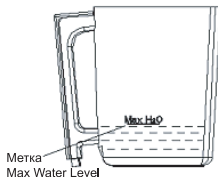

Рис. 4
4. Наполните контейнер водой до метки «Max Water Level» (около 0,8 л.). Не наполняйте контейнер выше метки (Рис.4).